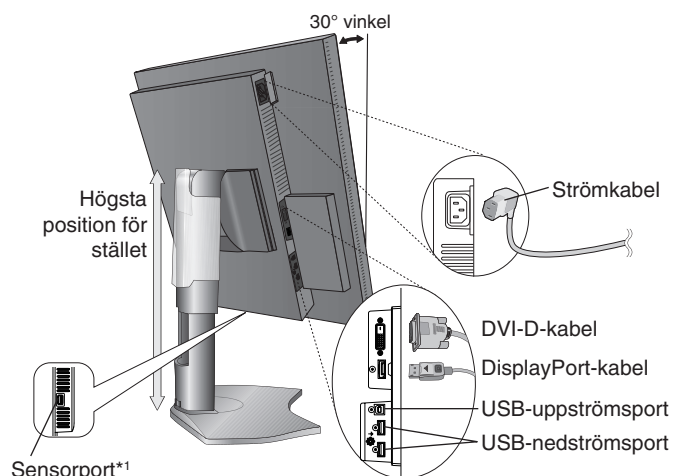
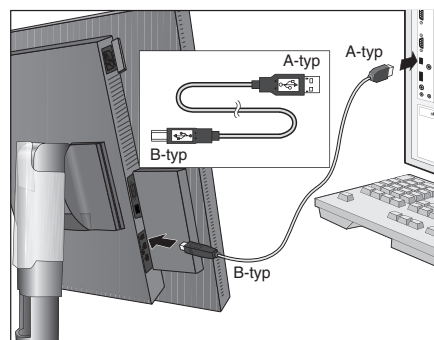

Bild C.1
Bild C.1a
4. Anslut alla kablar till sina kontakter (**bild C.1**). När du använder en USB-kabel ansluter du B-kontakten till USB-porten för uppströms till höger på skärmens baksida och A-kontakten till porten för nedströms på datorn (**bild C.1a**). Om du använder en kabel från en USB-enhet ansluter du den till en av nedströmsportarna på datorn.